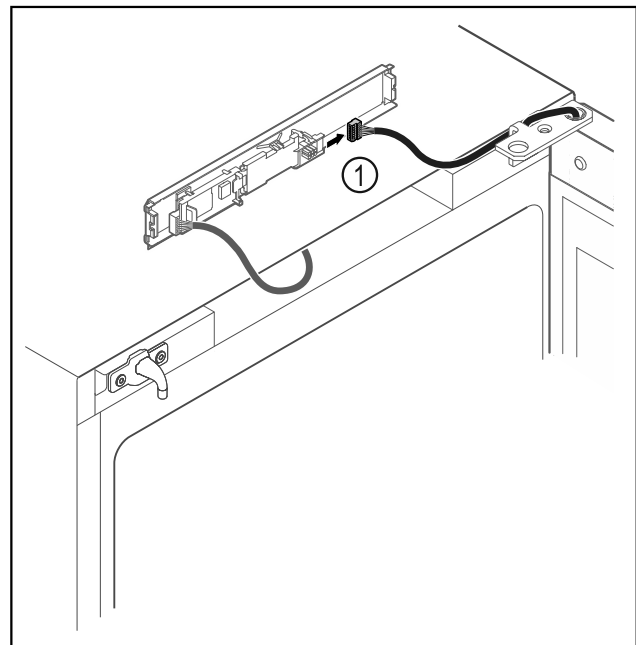

Fig. 18
- ▶ Stecker Fig. 18 (1) von Platine abstecken.